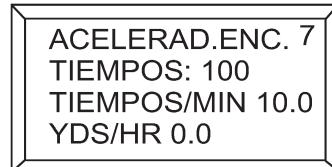

Figura 28. Muestra de tiempos por minuto
3. Desplace a través de la **pantalla de información digital** con el interruptor de desplazamiento hasta la Pantalla 7 (Figura 28). Esta pantalla mostrará el volumen de golpes por minuto.